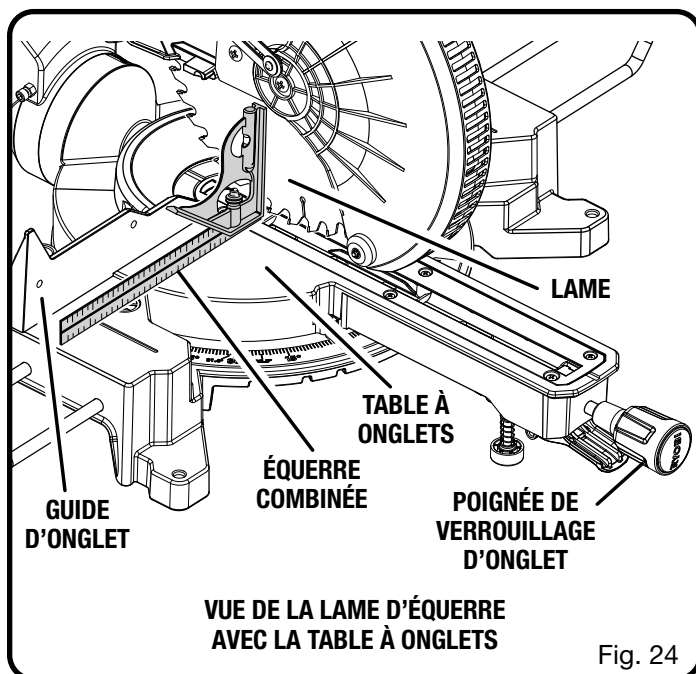

Fig. 24
Voir les figures 24 à 26.
- Le bord de l'équerre et la lame doivent être parallèles, comme le montre la figure 24.